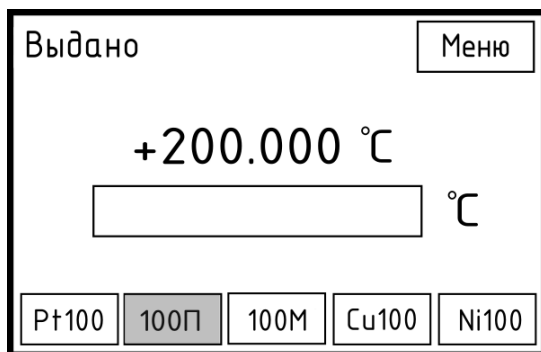

Рисунок 3.27 – Воспроизведение (имитация) значения температуры путем воспроизведения значения электрического сопротивления, соответствующего HСХ RTD
- для выдачи воспроизводимого сигнала на выходные клеммы калибратора нажать кнопку «**ПУСК/СТОП**». При этом в первой строке дисплея после надписи «**Ждите**» появится надпись «**Выдано**» (рисунок 3.27).